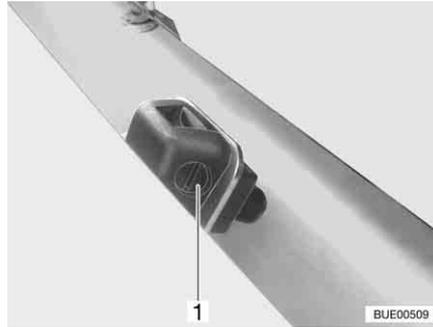

Fig. 43 Boquillas de limpiaparabrisas
- Girar el tornillo de ajuste (Fig. 43,1) con un destornillador apropiado hasta que se alcance la posición deseada.